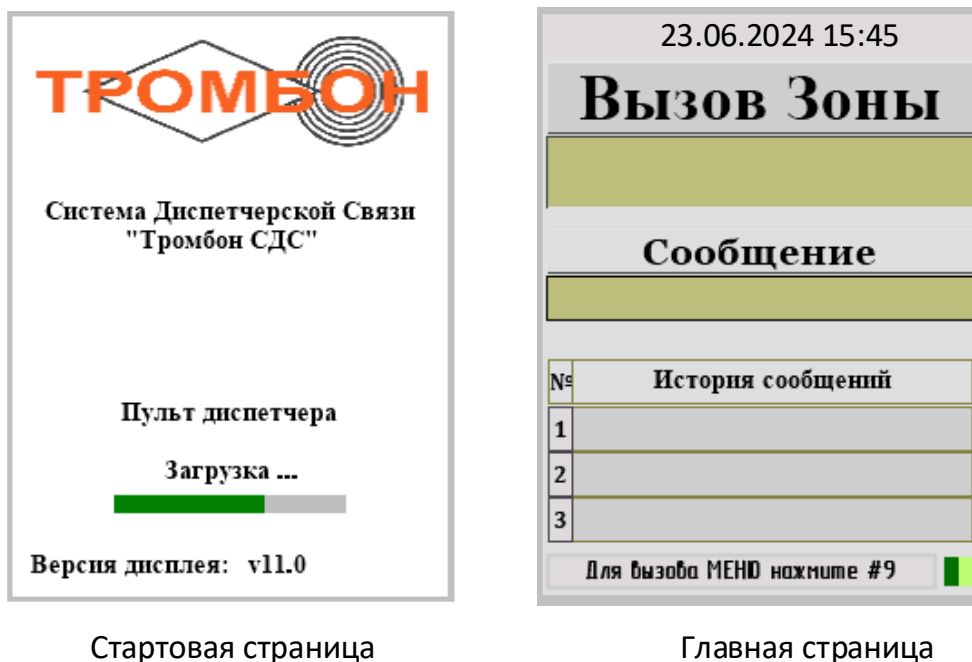

Рис. 5
5. На дисплее должна сначала отобразиться страница загрузки. После полной загрузки программного обеспечения (далее — ПО) отображается главная страница (рис. 5).
6.3.1 Настройка пульта выполняется через соответствующий пункт меню. Для перехода на главное меню необходимо набрать #9. Соответствующая подсказка написана в нижней строке главной страницы (рис. 5).